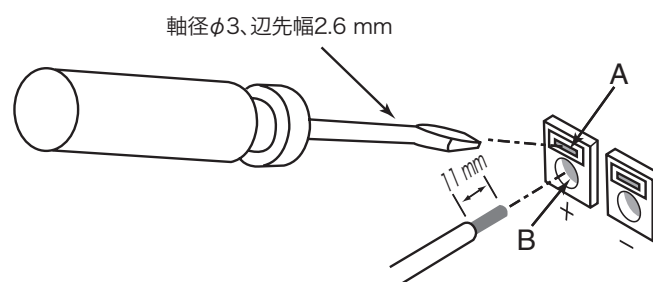

図 1-7 ジャンパの接続
7. 付属のインターロック用ジャンパを図1-7の要領で、後面パネルのINTERLOCKコネクタに接続します。